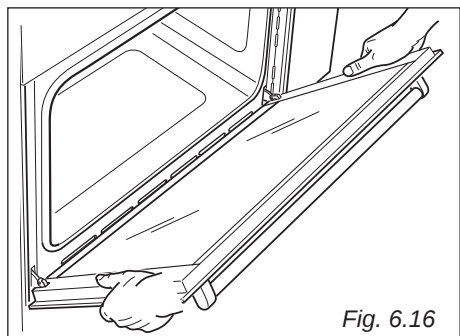

Fig. 6.16
- Impugnare la porta come illustrato in fig. 6.16.